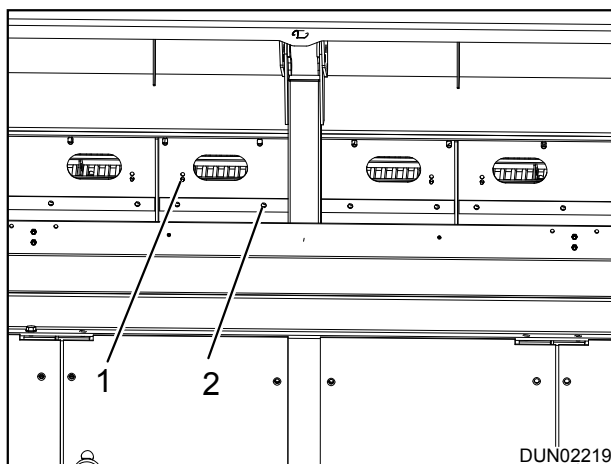

Figure 9.34 - Achteraanzicht van de roostergaasklemmen
2. Maak de bouten (item 1) los om de klemmen van het gaas los te halen, zie afb. 9.34. (Gebruik een moersleutel van 17 mm.)
3. Draai de bouten los (item 2), zie afb. 9.34. (Gebruik een moersleutel van 24 mm.)